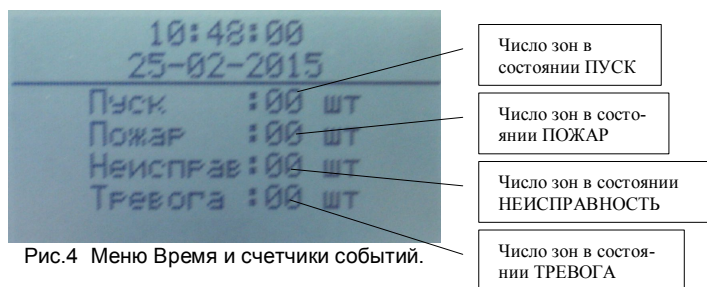

Рис.4 Меню Время и счетчики событий.
4.6.4. Меню СЧЕТЧИКОВ СОБЫТИЙ, показывает текущее время, календарную дату и значение счетчиков числа зон СПИ, находящихся в тревожном состоянии см. рис.4.